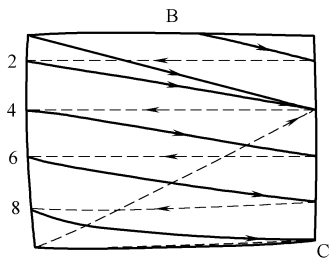

图 4-77 偶数场扫描
2) 偶数行扫描。奇数场扫描结束以后，电子束从 A 点处迅速返回到荧光屏的中央上方 B 点处，开始了偶数场的扫描，如图 4-77 所示。